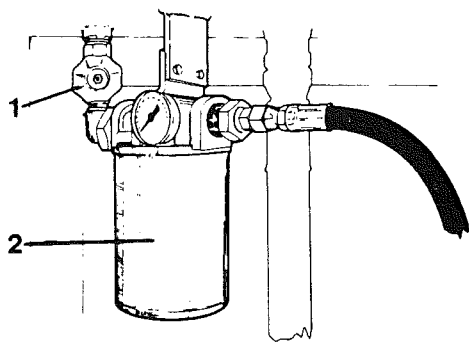

Fig 22 Hydrauloljefiter
- 2 Kontrollera samtidigt att kilremsövervakningen för fläktremmen fungerar. Signalhornet ska ljuda när kilremsövervakningens kontakt (2), fig 22, trycks in.